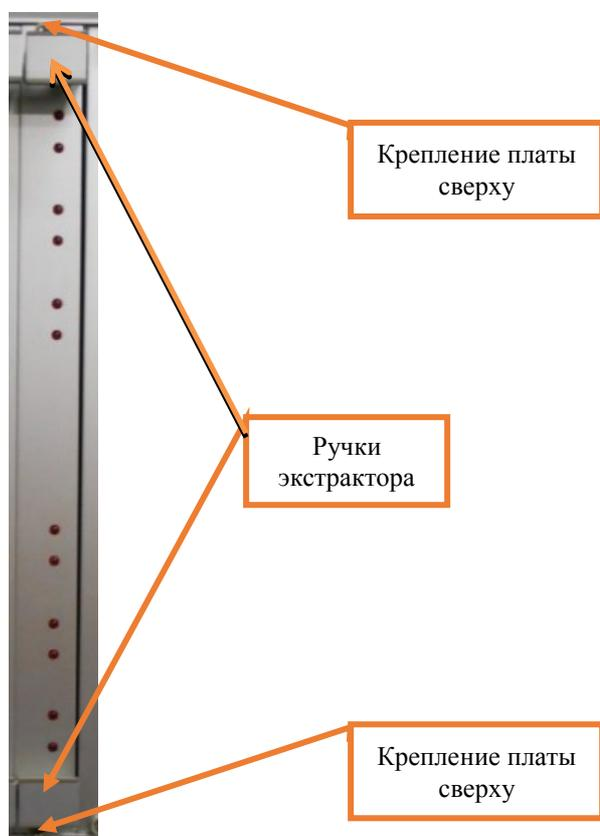

Рисунок 6. Крепление платы БЛУ-700.
7.2.4 Отвернуть с помощью крестовой отвертки невыпадающие винты крепления в верхней и нижней части лицевой панели платы БЛУ-700 (рисунок 6).
7.2.5 Нажать на ручки экстрактора и извлечь заменяемую плату БЛУ-700 из каркаса (Рисунок 6).